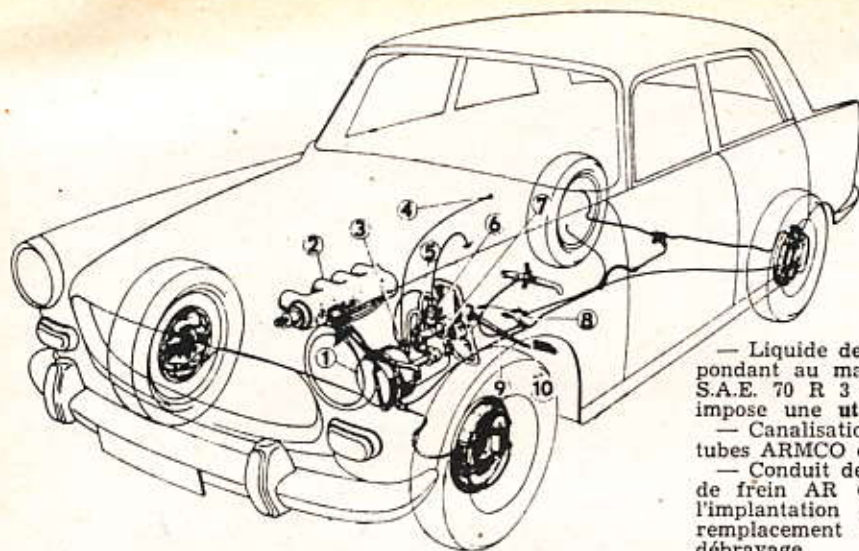

Fig. 72. — Emplacement schématisique des différents organes de freinage.
— servo-frein à dépression « Hydrovac » Bendix, père 292-926 (1) (fig. 72), fixé sur la doublure d'aile avant G et relié : au répartiteur (2), pour les 404 à injection ou à la tubulure d'admission pour les 404 à carburateur qui sont modifiés en conséquence, par l'adjonction d'une prise de dépression.